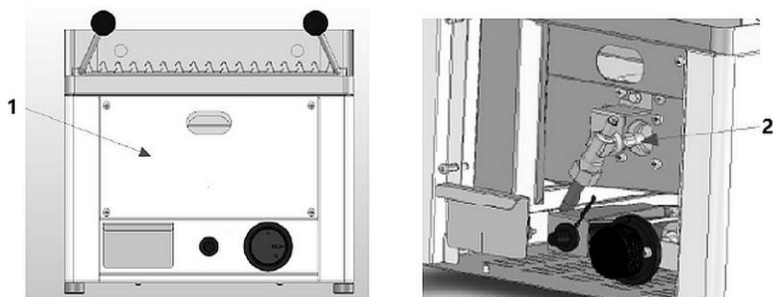

Fig. 3
- sostituire l'ugello del bruciatore principale (2, fig. 3)